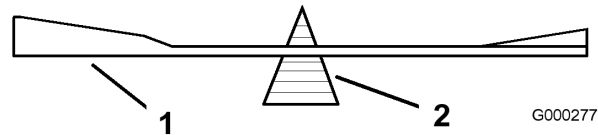

Figura 60
- Verifique el equilibrio de la cuchilla colocándola sobre un equilibrador de cuchillas (Figura 60). Si la cuchilla se mantiene horizontal, está equilibrada y puede utilizarse. Si la cuchilla no está equilibrada,
rebaje algo el metal en la parte de la vela solamente (Figura 60). Repita este procedimiento hasta que la cuchilla esté equilibrada.